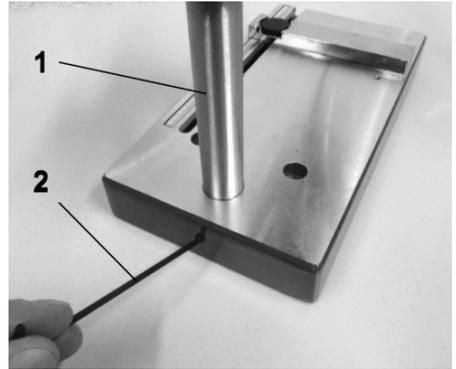

Fig. 3
2. Bohrhebel 3 (Fig. 3) anschrauben. Achtung, Vorsicht beim Einschrauben: Das Innengewinde ist leicht nach rechts geneigt.